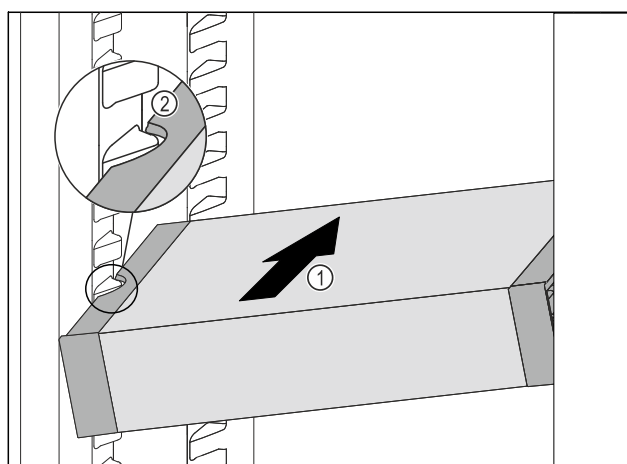

Fig. 139
- Вдвигайте VarioSafe под наклоном в холодильное отделение Fig. 139 (1), пока боковые выемки Fig. 139 (2) VarioSafe не окажутся на высоте выступа резервуара в холодильном отделении.